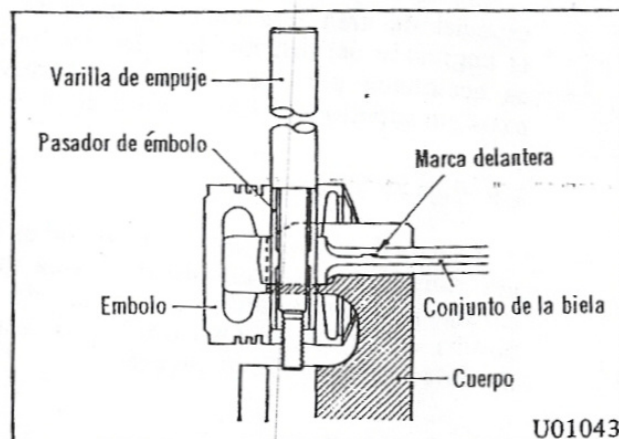

Fig. 43 Desmontaje del émbolo (1)
17. Para demontar el émbolo, colocar la herramienta especial: Herramienta para colocar el pasador de émbolo (MD998300) tal como se muestra en la Fig. 43, luego presiónelo hacia afuera con una prensa.